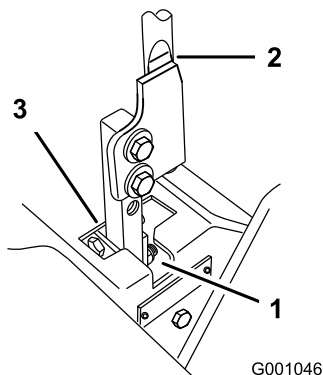

Bild 68
5. Schieben Sie den Hebel in die neutrale, jedoch **nicht gesperrte** Stellung (Bild 68).
6. Ziehen Sie den Hebel zurück, bis der Lastösenbolzen (am Arm unter dem Gelenkschaft) das Schlitzende berührt (und soeben Druck auf die Feder ausübt) (Bild 68).
7. Prüfen Sie, dass der Fahrtriebshebel relativ zur Kerbe im Armaturenbrett ist (Bild 68). Er sollte zentriert sein, so dass der Hebel nach außen in die gesperrte Neutralstellung gedreht werden kann.